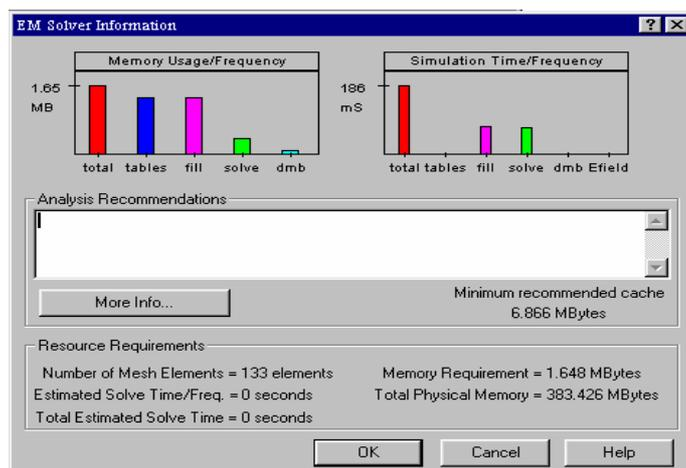

Рис. 2.11. Информация о необходимых ресурсах расчета EM задачи
1. Дважды нажмите раздел Information под **Interdigital Filter** (под EM Structures). Появляется диалог **EM Solver Information** (рис. 2.11) для оценки времени моделирования данной структуры.